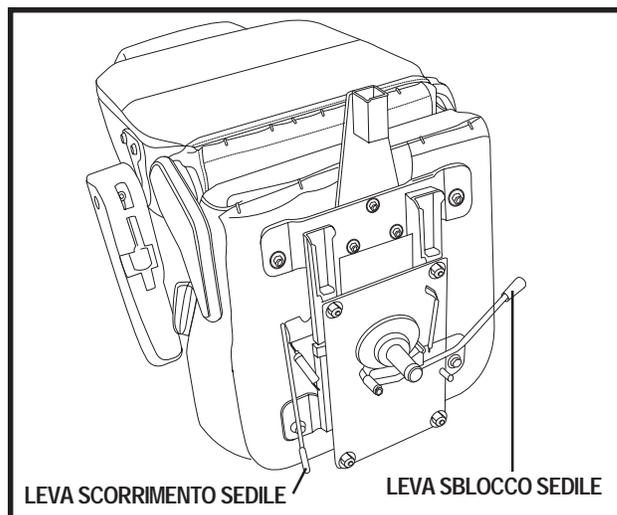

Figura 15. Leve di regolazione del sedile
1. Spingere in avanti la leva sblocco sedile per liberarlo. Si veda figura 15.
Il sedile dello scooter può essere spostato in avanti o all'indietro, su una di tre posizioni predefinite, regolando dunque la distanza ottimale fra sedile e manubrio. Vedere figura 15.